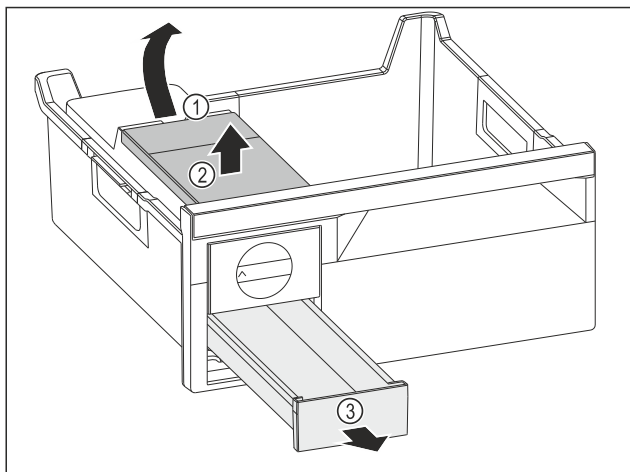

Fig. 182
- Изваждане на резервоара за вода: Повдигнете резервоара за вода при прорежа Fig. 182 (1).
- Извадете резервоара за вода Fig. 182 (2) нагоре.
- Извадете чекмеджето за ледени кубчета Fig. 182 (3) напред.